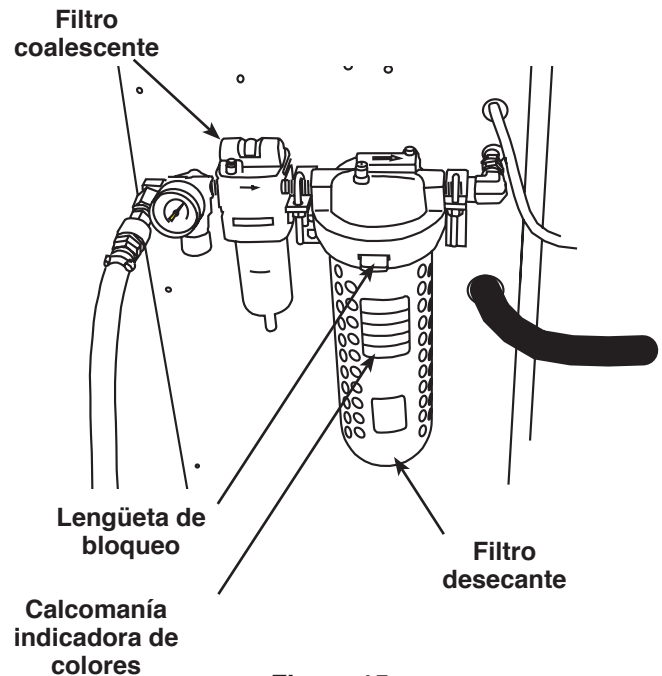

Figura 15
3. Quite la cubeta de la cubierta del secador presionando la lengüeta de bloqueo y rotando el anillo de retención en el sentido contrario a las agujas del reloj hasta que la cubeta se pueda jalar hacia abajo. Consulte la Figura 15.